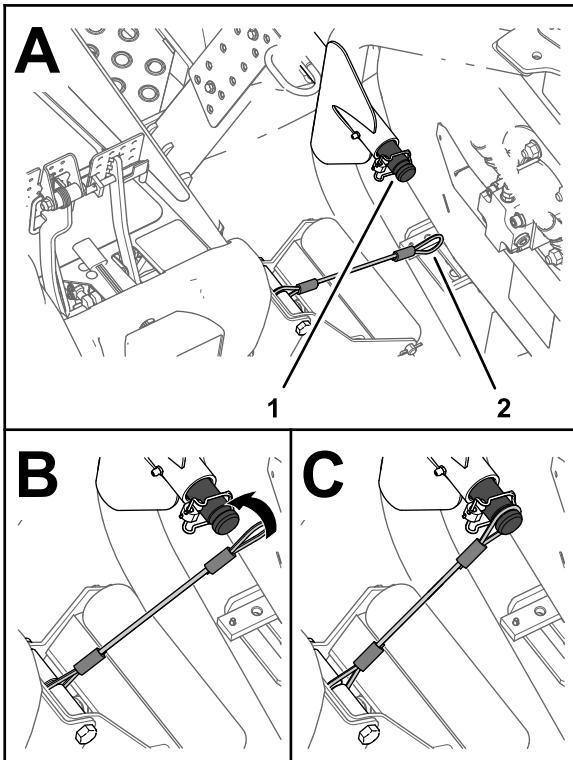

Figura 71
- Alinee el amarre al eje de tiro del brazo de elevación de la unidad de corte exterior delantera (Figura 71).
6. Deslice el bucle del amarre sobre el eje de tiro hasta que el amarre quede totalmente asentado en la ranura del eje (Figura 71).